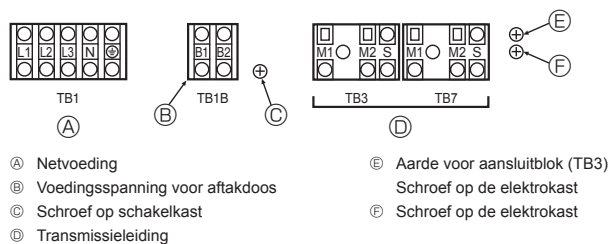

Fig. 6-1
6.2. Bedieningsdoos en aansluitpositie van bedrading (Fig. 6-1)
- Sluit de transmissieleiding voor binnenapparaten aan op het aansluitblok voor de transmissielijn (TB3) of sluit de bedrading tussen buitenapparaten of de bedrading met het centrale besturingssysteem aan op het aansluitblok voor centrale besturing (TB7). Wanneer u afgeschermd bedrading gebruikt, dient u de afscherming van de transmissieleiding van het binnenapparaat te aarden via de schroef (E) of (F) en de afscherming van de leiding tussen de buitenapparaten en de transmissieleiding van het centrale besturingssysteem te aarden op de aansluitklem (S) voor de afscherming op het aansluitblok (TB7) van het centrale besturingssysteem. Daarnaast dient, in het geval van een buitenapparaat waarbij de aansluitklem voor de netspanning CN41 is vervangen door CN40, de aansluitklem (S) voor de afscherming van aansluitblok (TB7) van het centrale besturingssysteem ook te worden aangesloten op de schroef E of F met de bijgesloten aardendraad.